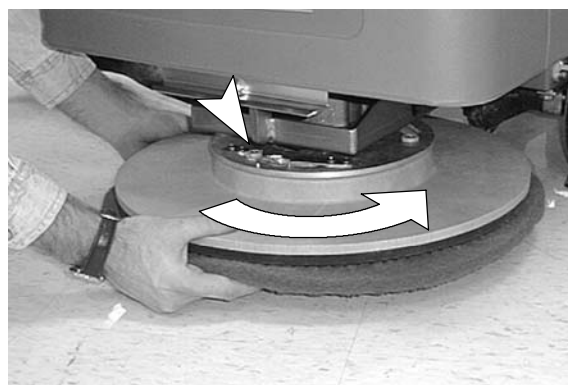

FIG. 9
7. Alignez les ergots de montage du pignon menant de patin avec les fentes du moyeu du moteur. Faites tourner rapidement le tourillon en direction de la bride à ressort du moyeu du moteur. Vérifiez si la bride à ressort est bloquée dans un des ergots du pignon avant d'utiliser la machine (Figure 9).